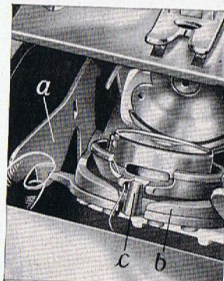
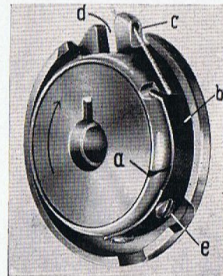

Abbildung 4
Abbildung 6
8. Herausnehmen der Spulenkapsel (Abb. 4)
10. Einfädeln und Einsetzen der Spulenkapsel (Abb. 6)
Legen Sie nun die Spulenkapsel so auf die geöffnete Brille (b) des Greifers, daß die kleine Brillenklappennase (c) Abb. 4 genau in den Ausschnitt (d) Abb. 6 der Spulenkapsel zu liegen kommt. Halten Sie die Spulenkapsel dabei am gestrafften Faden in dieser Stellung fest und klappen Sie die Brille zu.
Die Spannungsregulierung wird lediglich an der etwa in Federmitte sitzenden Regulierschraube (e) Abb. 6 vorgenommen und zwar: